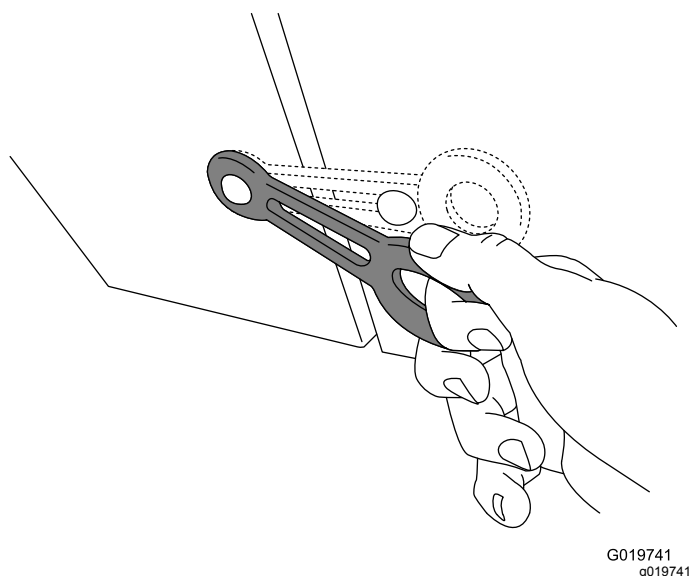

Figure 14
4. Fermez le capot du moteur et verrouillez-le (Figure 14).